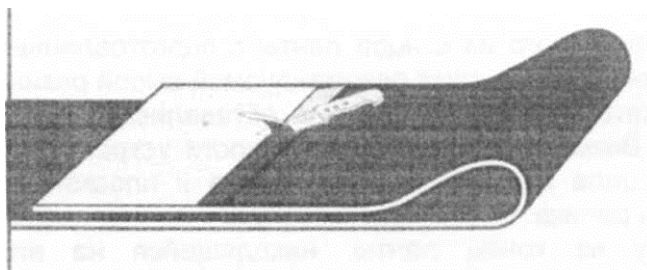

Рисунок 19 – Разделка ленты
- ▶ Ножом срезать обкладку, обеспечив фаску примерно в 45 градусов (Рисунок 19).